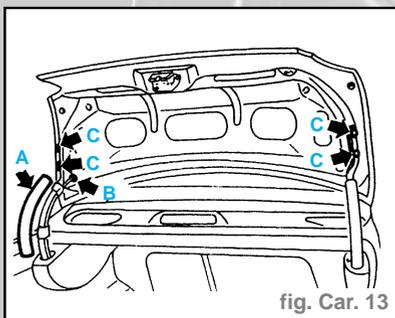

fig. Car. 13
- Dégager la protection (A) ensuite désolidariser le faisceau de câbles du trou (B) (fig. Car. 13).
- Dévisser les vis (C) et déposer le couvercle.